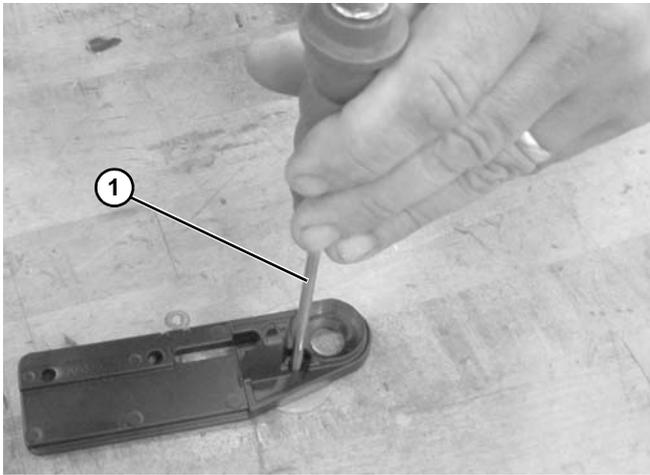
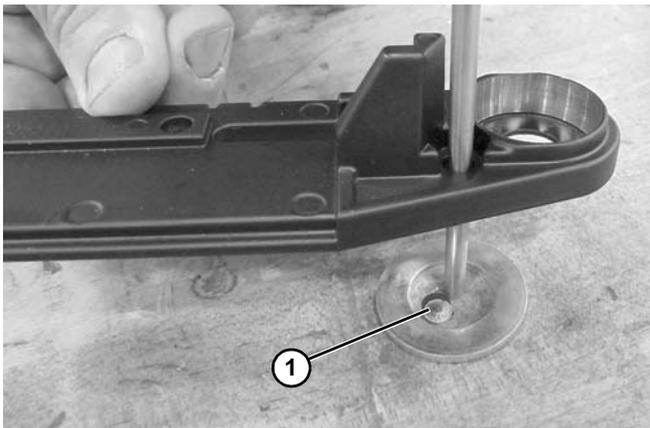

Figura 95
Figura 96
4. Repita la misma operación para sacar (Figura 96, artículo 1) el orificio del tornillo de alineación utilizando un punzón de entre 3 y 5 mm (Figura 95, artículo 1) o un perno M5 - M6.